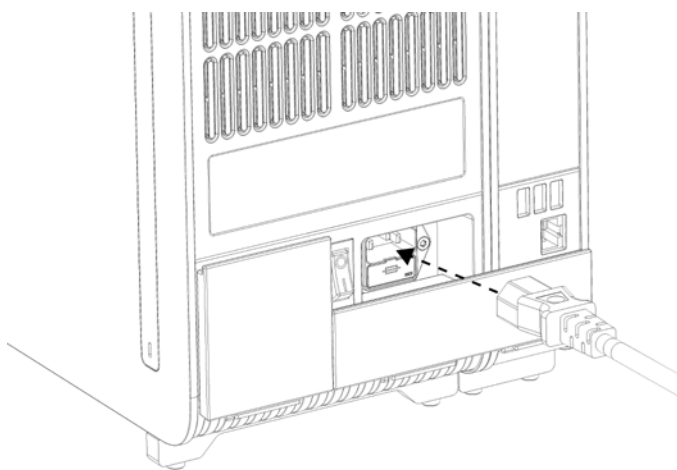

Figura 10. Conectando o cabo de alimentação.
7. Conecte o cabo de alimentação fornecido com o QIAstat-Dx Analyzer 1.0 na parte traseira do Módulo analítico (Figura 10).